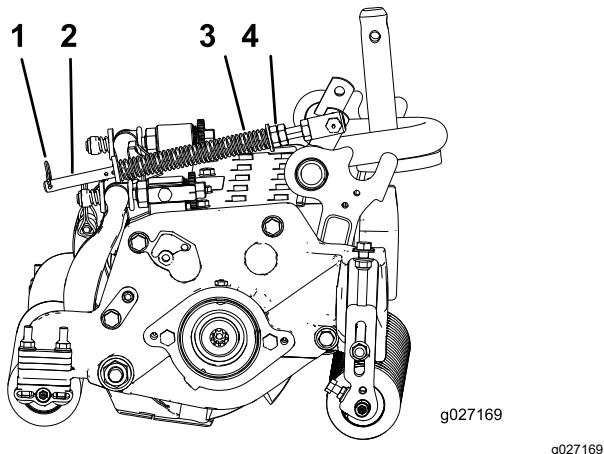

Bild 14
1. Stellen Sie sicher, dass der Splint in das hintere Loch in der Federstange eingesetzt ist (Bild 14).
2. Ziehen Sie die Sechskantmuttern vorne an der Federstange an, bis die komprimierte Länge der Feder 15,9 cm beträgt (Bild 14).